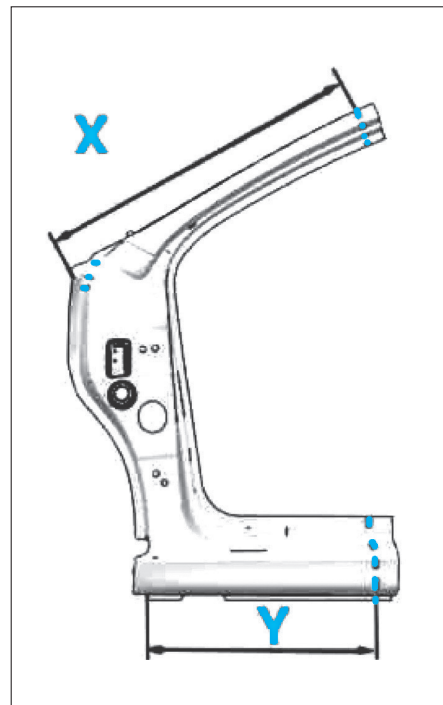

FIG. 15
- Découper le pied AV neuf, comme illustré (Fig.15).